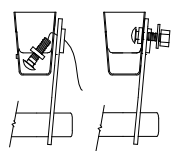

Figura 2.
- Levante el enganche a su posición. Empuje el perno de carruaje de 7/16 (solamente) con el alambre de halar unido en el larguero del bastidor. Instale el espaciador (pieza 14) en el alambre de halar y hale el alambre a través del soporte del lado del pasajero y eleve el lado del pasajero a su posición. Ver Figura 2. Hale el perno de carruaje de 7/16 a través del espaciador e instale los fijadores sin apretar. Instale sin apretar el perno M12 dentro de la tuerca de manija. Ver Figura 1.
- Vuelva a instalar el canister de vapor de combustible si se bajó en el paso 4. Use las (3) arandelas planas de 5/16" para espaciar el canister hacia abajo, vuelva a usar los pernos M6 originales.